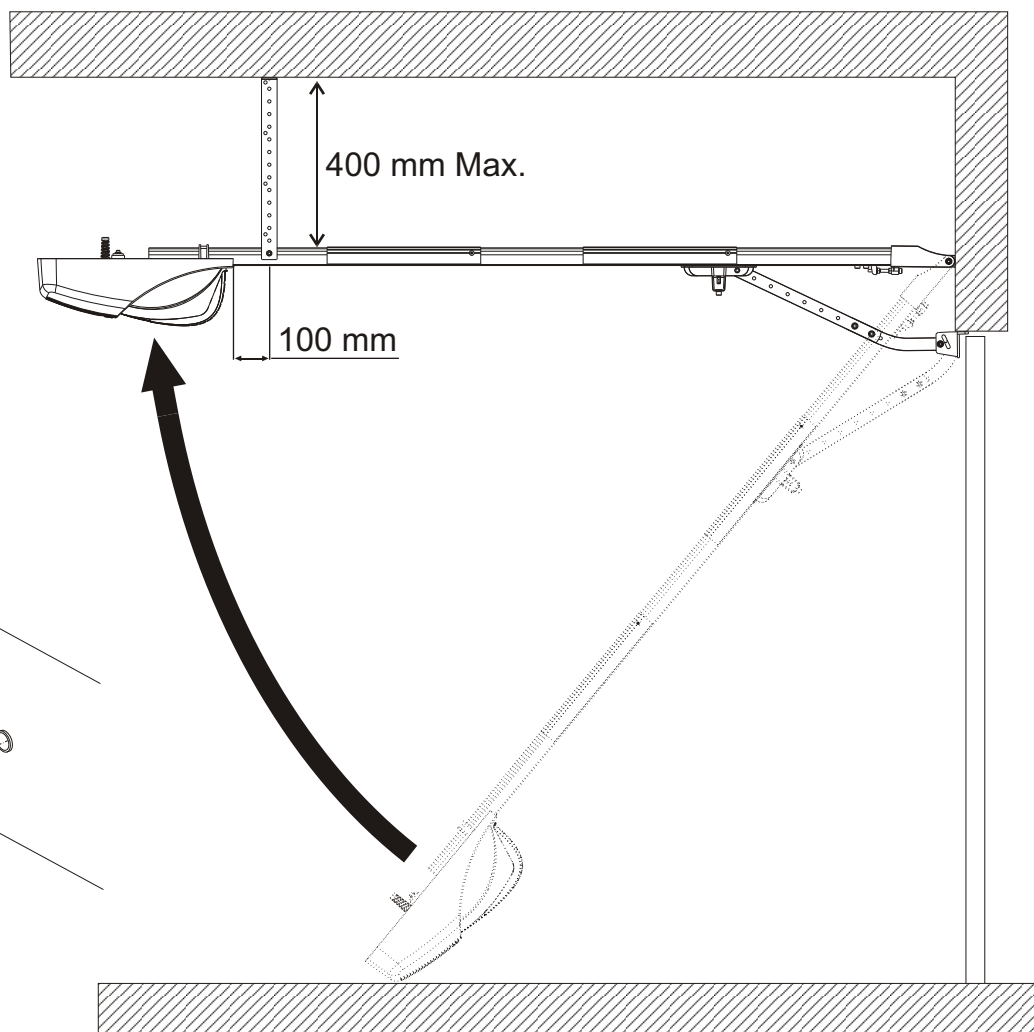

Fig. 9
- Soulever le Corona et le fixer au plafond avec les brides spéciales, respectant une distance maxi de 400 mm du plafond et s'assurer que le Corona est fixé parfaitement horizontal (Fig.9) ;